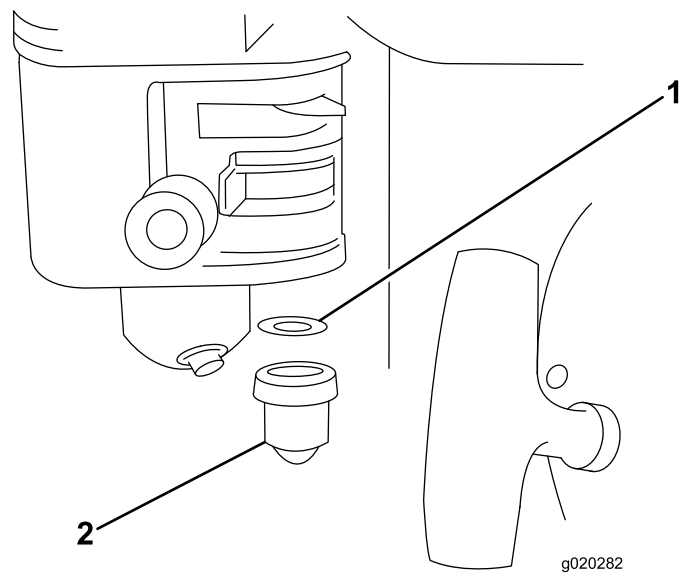

Bild 16
4. Entfernen Sie die Sedimentschale und den O-Ring (Bild 16).